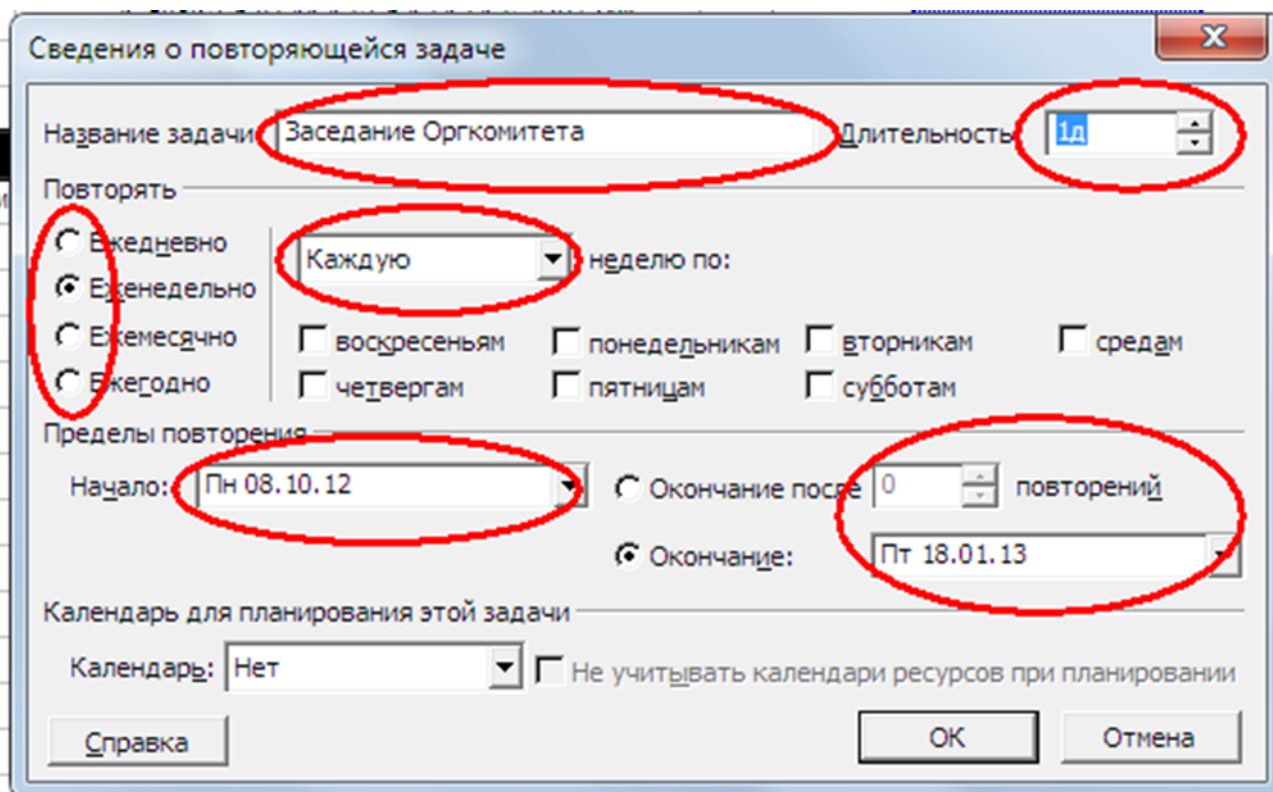

Рис. 2.28 – Внесение сведений о повторяющейся задаче
36. В зависимости от выбранной периодичности, справа от переключателей появится группа параметров, уточняющих выбранную частоту. В группе Range of recurrence (Пределы повторения) указывают дату для первого вхождения повторяющейся задачи – поле Start (Начало), а также установить количество повторений – либо выбрать число повторений (команда End After и ввести количество повторений), либо указать дату окончания этой задачи (команда End by и ввести дату) (рис. 2.28).